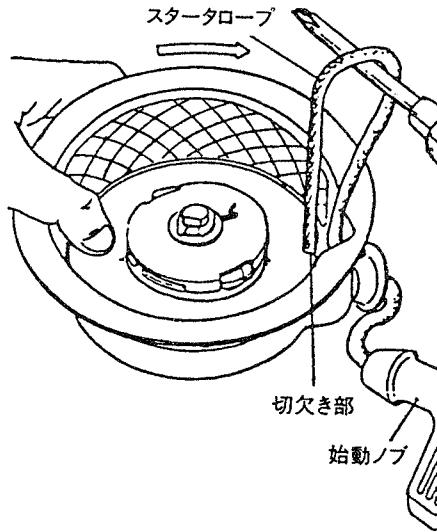

Fig 12-1
(2) 始動ノブを引き、スタータロープを30~40cm引き出し、リールの切欠き部が、スタータロープの出口に来た所で、リールが逆転しないように Fig 12-1 のように親指でしっかりと押えてドライバーでスタータロープをリコイルスターの内側に引き出します。
- (1) 2 ~ 3 回始動ノブを引きスタータロープを少し引出して見て下さい。
- ① 始動ノブが重く引けない場合は部品が指示通り組付けられているか再確認して下さい。
- ② ラチエットが作動しない場合は、スプリングが入っているか再確認して下さい。
- (2) 始動ノブを引きスタータロープを一杯まで引出して見て下さい。
- ① リール内にスタータロープが残っているか、又はスタータロープが全々戻らない場合はゼンマイに無理が掛っていますので、スタータロープを Fig 12-1 の要領で 1 ~ 2 回巻戻して下さい。
- ② スタータロープの戻りが弱い、又は始動ノブが途中で垂下がる場合は摩擦部に数滴モビール油を注油して下さい。それでも直らない場合は 1 ~ 2 回巻込んで下さい。( この場合ゼンマイに無理が掛っていない事を前記の要領で確認して下さい )
- ③ ゼンマイの外れる音がして、スタータロープがリレー内に巻込まれなくなった場合はもう一度最初から組直して下さい。